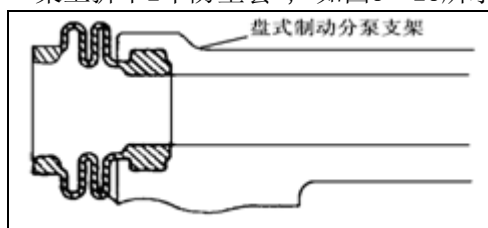

图 3—25
(1) 拆下2片带消音垫的摩擦片。
(2) 从每块片上拆下1号和2号消音垫片。
7) 拆卸后盘导向销防尘套。从后盘式制动分泵支架上拆下2个防尘套，如图3—25所示。